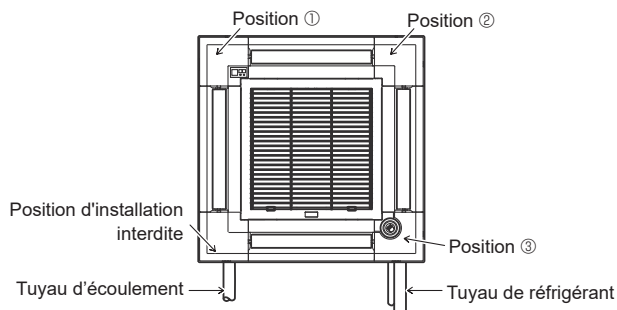

Fig. 9-10
- Le panneau d'angle du i-see Sensor doit être fixé sur la grille ① à l'aide de la vis ③.
- * Si la position du i-see Sensor est passée de la position par défaut (Position ③) à une autre position, changez les réglages de fonction. (Se reporter à la page 14 et à la Fig. 9-10)
- Le panneau d'angle du i-see Sensor ne peut en aucun cas être installé du côté du tuyau d'écoulement de l'appareil principal. (Se reporter à la Fig. 9-10)